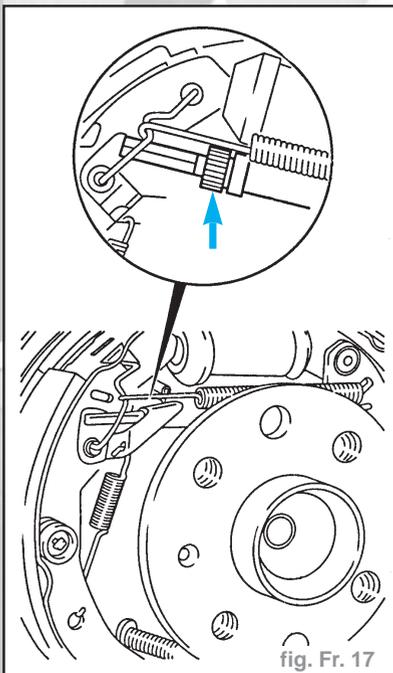

fig. Fr. 17
- L'unité de rattrapage du réglage (flèche) doit être repliée intégralement. Le pignon ne doit pas bloquer à la fin de l'unité de rattrapage du réglage (fig. Fr. 17).